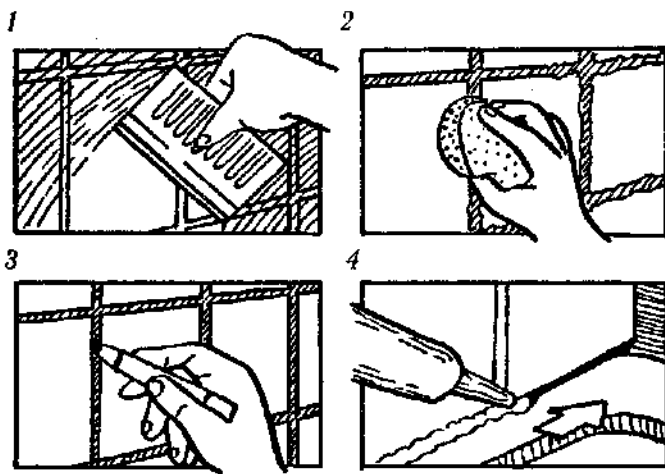

Рис. 110. Заделка швов.
Итак, порядок затирки швов следующий (рис. 110): на облицовку накладывают затирочный раствор, которым с помощью резинового шпателя быстро заполняют межплиточные зазоры (1).